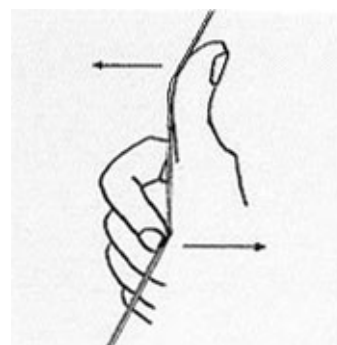

図7
- 弦を替えたばかりですとピッチが安定するまでガット弦は約一週間、ナイロン弦ではそれ以上の時間がかかります。弦は図7のように少しずつ弦を引っ張ることによってより早く弦のピッチを安定させることができます。